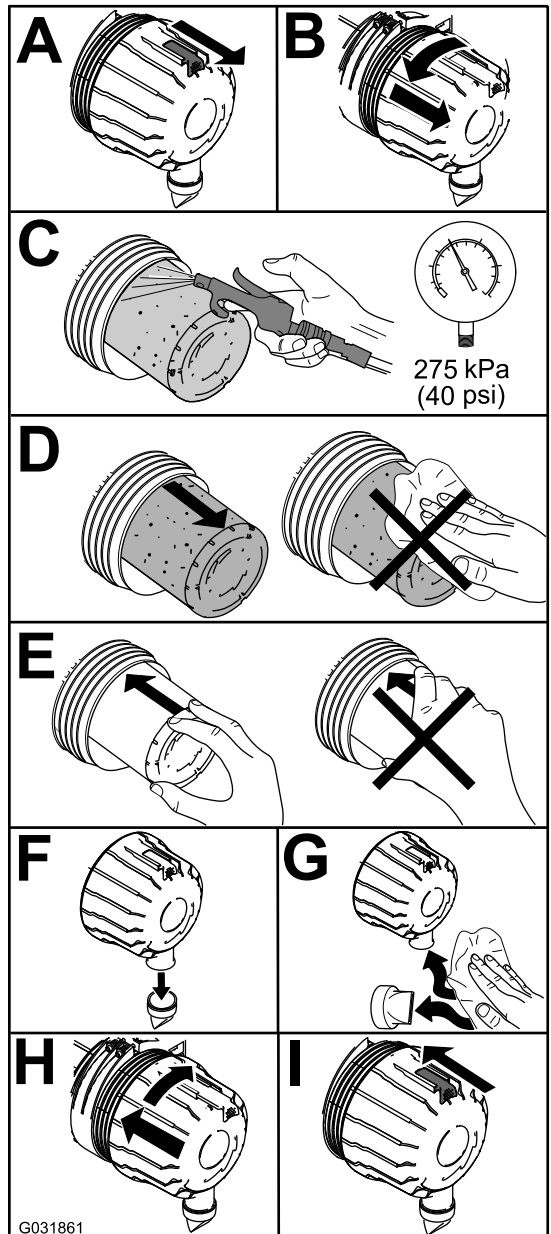

Figura 57
1. Înlocuii filtrul de aer (Figura 57).